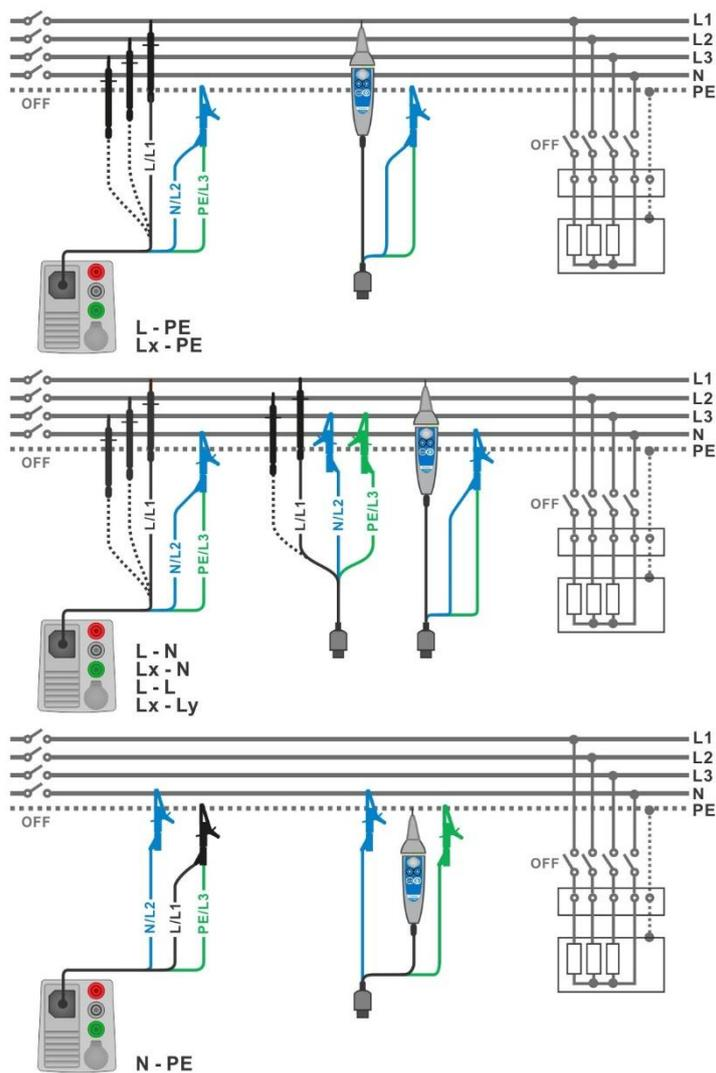
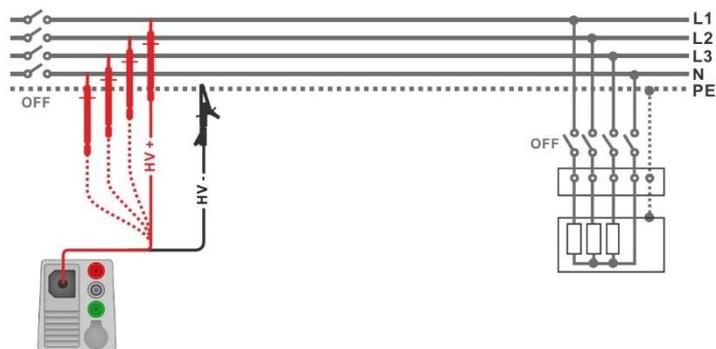

Figura 7.7: Conexión de una punta de prueba de tres hilos y la Punta Commander ($U_N \leq 1$ kV)
Figura 7.8: Conexión de punta de prueba de 2.5 kV ($U_N = 2.5$ kV)
- Conecte las puntas de prueba al objeto a prueba, vea la **Figura 7.7** y **Figura 7.8**. Debe utilizarse otro cable de prueba para las pruebas con tensión nominal \leq UN 1000 V y UN = 2500 V. También utilizar bornes de prueba diferentes. Se pueden usar la punta de prueba estándar de tres hilos, el cable de prueba schuko o la Clavija / Punta *Commander* para la prueba de aislamiento con tensiones nominales de prueba de \leq 1000kV. Para la prueba de aislamiento de 2500 V, se debería usar la punta de prueba de 2,5 kV.